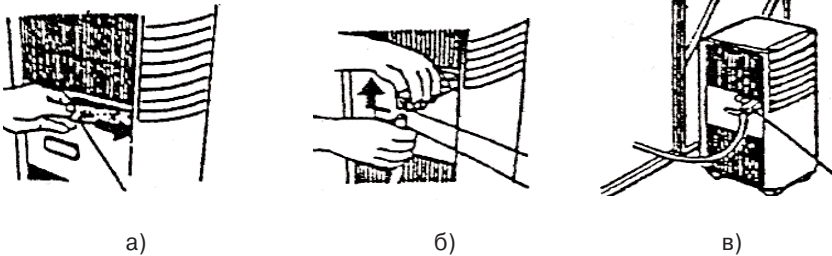

Рис.4.3
- Для установки непрерывного дренажа поверните на внутреннем блоке дренажный лоток наружу (рис.4.3 а).
- Затем подсоедините к отводу лотка дренажный шланг (рис.4.3 б) и выведите шланг к месту слива (канализационный слив и т.д.)